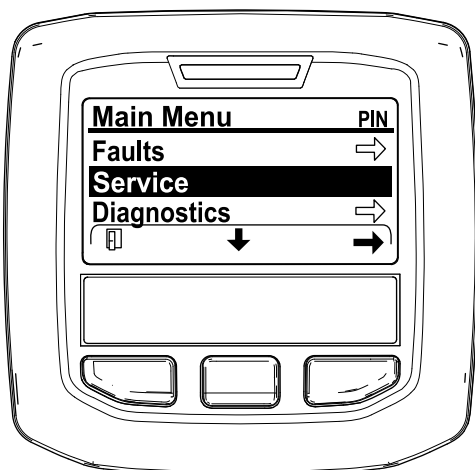

Figura 37
- Vá até ao MENU PRINCIPAL, prima o botão central para ir até ao MENU DE MANUTENÇÃO e prima o botão direito para selecionar a opção de MANUTENÇÃO (Figura 37).